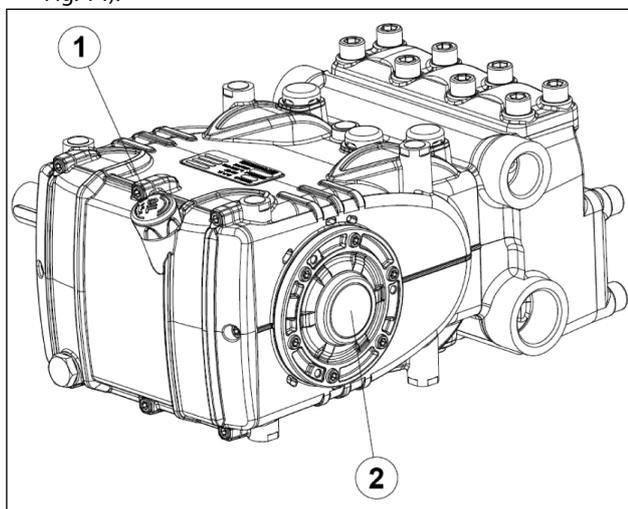

Fig. 14
- L'huile dans le carter de pompe est à niveau, en vérifiant à l'aide de la jauge appropriée (rep. ① Fig. 14) et exceptionnellement avec le voyant de niveau (rep. ② Fig. 14).